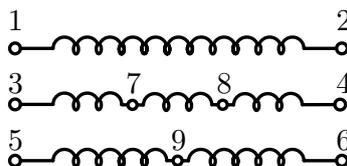

Figura 2: Módulo de transformador monofásico con sus distintas terminales.
- 2.2. Medir los valores de voltajes de los diferentes devanados entre los puntos (5,6), (3,4), (3,7), (7,8), (8,4),(5,9),(9,6), según la Figura 2. Estos son valores de voltaje del secundario. Registrar en la Tabla 4.